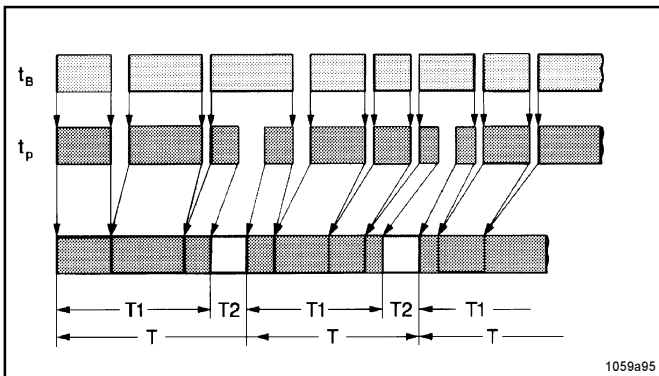

Fig. 5: Diagramme des temps
- La plaque de circuits imprimés commande le déclenchement automatique du temps de travail et du temps de pause de la pompe de graissage centralisé 203 en fonction des heures de marche ou de service tB (Fig. 5) du véhicule ou de la machine.
- Un cycle de graissage comprend un temps de pause et un temps de travail. Après expiration du temps de pause, le temps de travail démarre. Ce cycle se répète constamment après que le véhicule ait été mis en marche ou la machine mise en service. Voir Fig. 5.